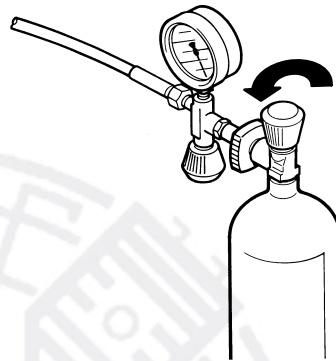

Abb. 7 Anschließen der Druckluftflaschen
- Druckluftflasche am Flaschenanschluß anschließen (s. Abb. 7).